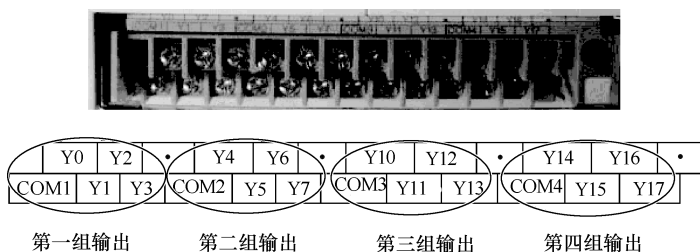
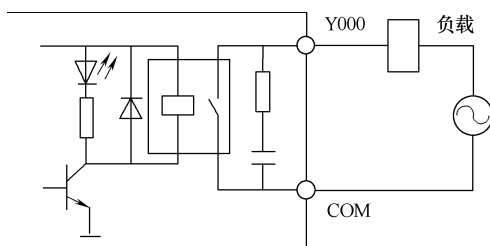

图 1-18 PLC 输出接线端
图 1-19 PLC 输出接口电路
PLC 输出接线端分为公共端（COM）和输出接线端子（Y），如图 1-18 所示。
**输出接线端子和公共端：**FX2N-32MR 小型 PLC 共有 16 个输出端子，分别与不同的 COM 端子组成一组，可以接不同电压等级的负载，如图 1-18 所示。在 PLC 内部，几个输出 COM 端子之间没有联系。PLC 每个输出接线端子的内部都对应一个输出继电器，形成输出接口电路，如图 1-19 所示。